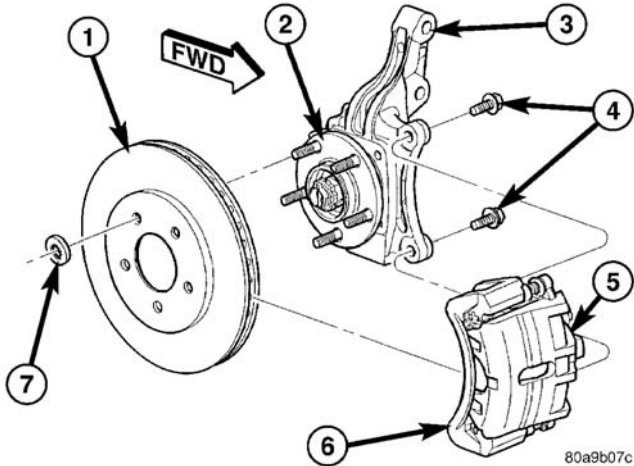

图 4 前制动器安装
- （6）卸下两个前盘式制动器上制动钳适配器至转向节的固定螺栓（图 4）。
(10) 安装制动钳适配器至转向节的固定螺栓（图 4），其紧固扭矩为 $169 \text{ N} \cdot \text{m}$ (125 ft.lbs.)。
(11) 清除外等速万向节螺纹上的所有杂质。将垫圈和半轴至轮毂 / 轴承总成的螺母安装在半轴上并将螺母牢固拧紧。
(12) 安装前轮和轮胎总成。按照正确的顺序安装并紧固车轮安装螺母，直至所有的螺母都拧紧到规定扭矩的一半。然后重复紧固顺序，直至所有螺母都达到规定的 $135 \text{ N} \cdot \text{m}$ (100 ft.lbs.) 的扭矩。
(13) 降下车辆。